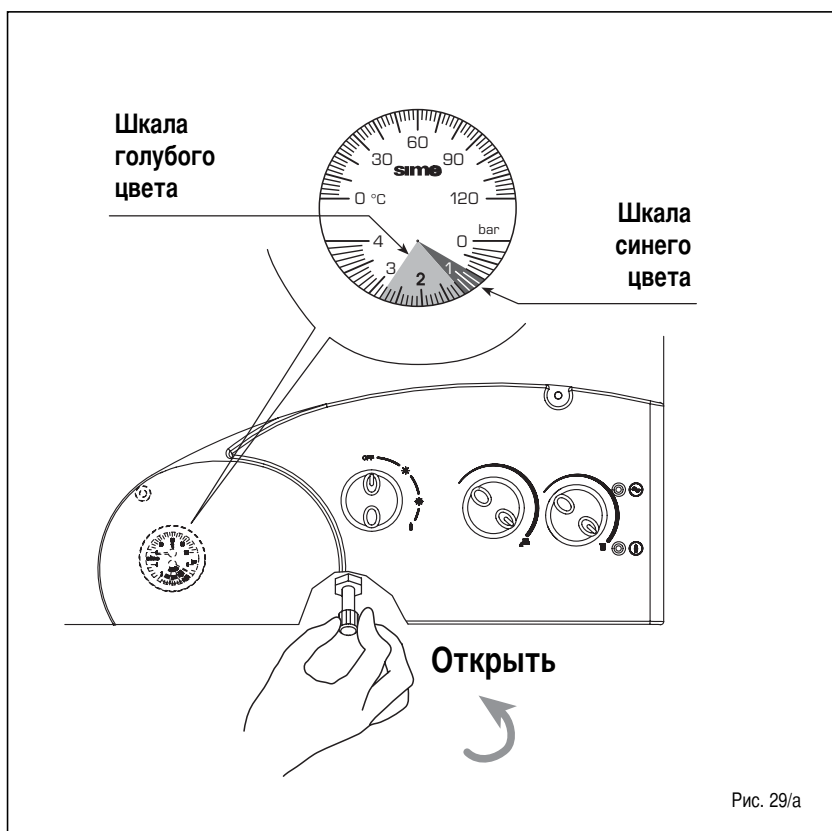

Рис. 29/а
**– Другие неисправности (Рис. 29/б)**